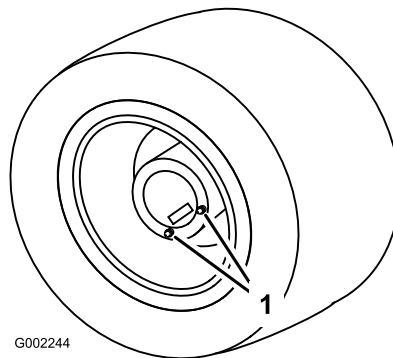

图 48
1. 将打药车停放在水平地面上、如图 48 将后轮置于所示排油位置。
3. 在排油塞下面放置一个盘子、然后从车轮上拆下排油塞 (图 48)。